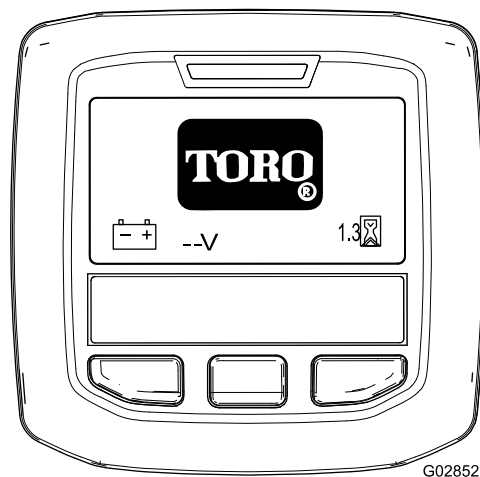

图 59
**注意** InfoCenter 信息中心亮起并显示初始化屏幕 图 59。